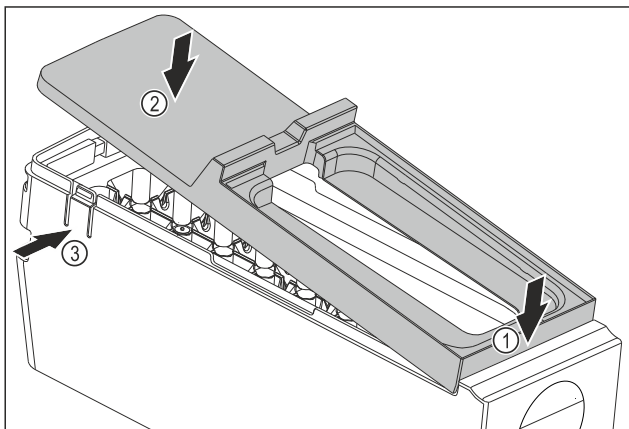

Fig. 79
- ▶ Afdekking van de EasyTwist-Ice-corporus monteren: Afdekking voor bevestigen. Fig. 79 (1)
- ▶ Afdekking achter neerlaten. Fig. 79 (2)
- ▷ Afdekking klikt hoorbaar in beide strips Fig. 79 (3) vast.